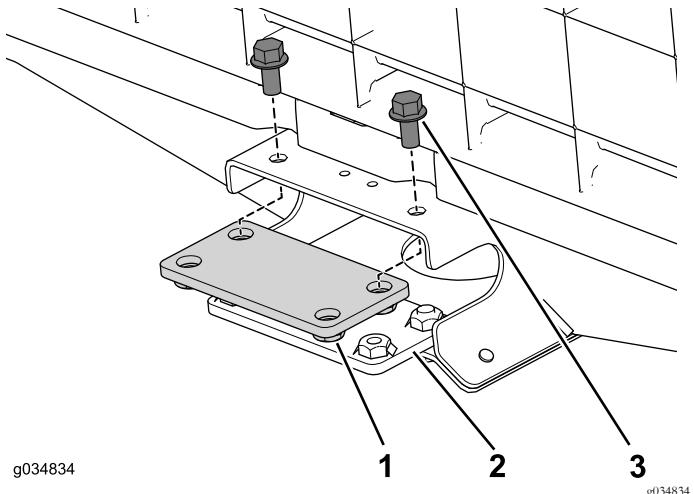

Рисунок 21
1. Используйте 4 фланцевых болта (3/8 x 3/4 дюйма), чтобы свободно установить верхнюю и нижнюю соединительные пластины на центральный швейлер в передней секции (Рисунок 21).